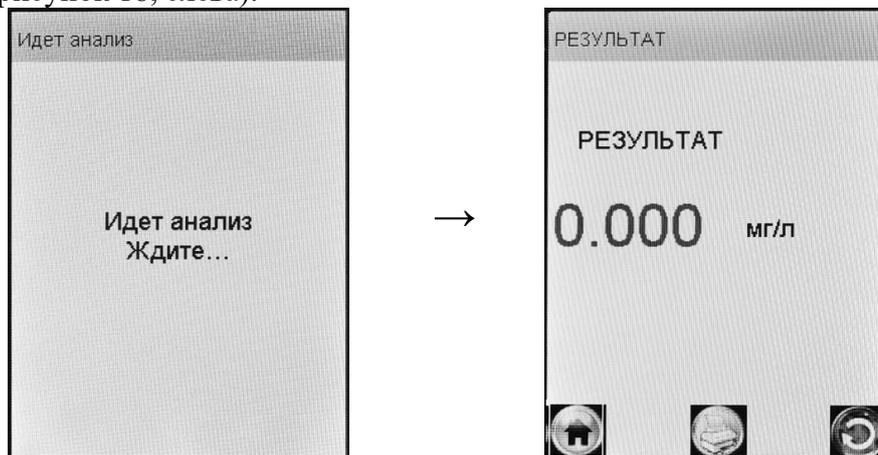

Рисунок 18 – Предьявление результата измерения
2.7.14 После отбора пробы воздуха производится измерение массовой концентрации паров этанола в отобранной пробе, при этом на экране отображается сообщение «**Идет анализ Ждите...**» (рисунок 18, слева).
После того как анализ пробы произведен, в сопровождении щелчка срабатывания заборной системы, на экране предьявляется результат измерения массовой концентрации паров этанола (алкоголя) в отобранной пробе выдыхаемого воздуха (рисунок 18, справа).